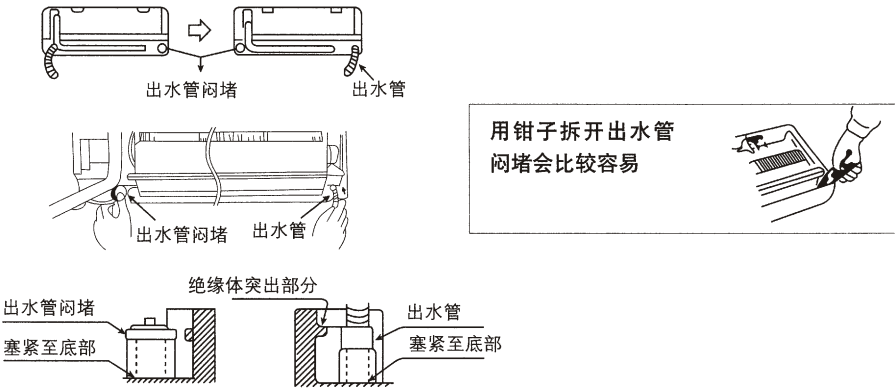

图9
(3) 如铜管从左边引出时，需将出水管和出水管闷堵互换位置，然后需如图9所示塞紧。(如果塞得不紧，冷凝水将会漏出及滴落。)